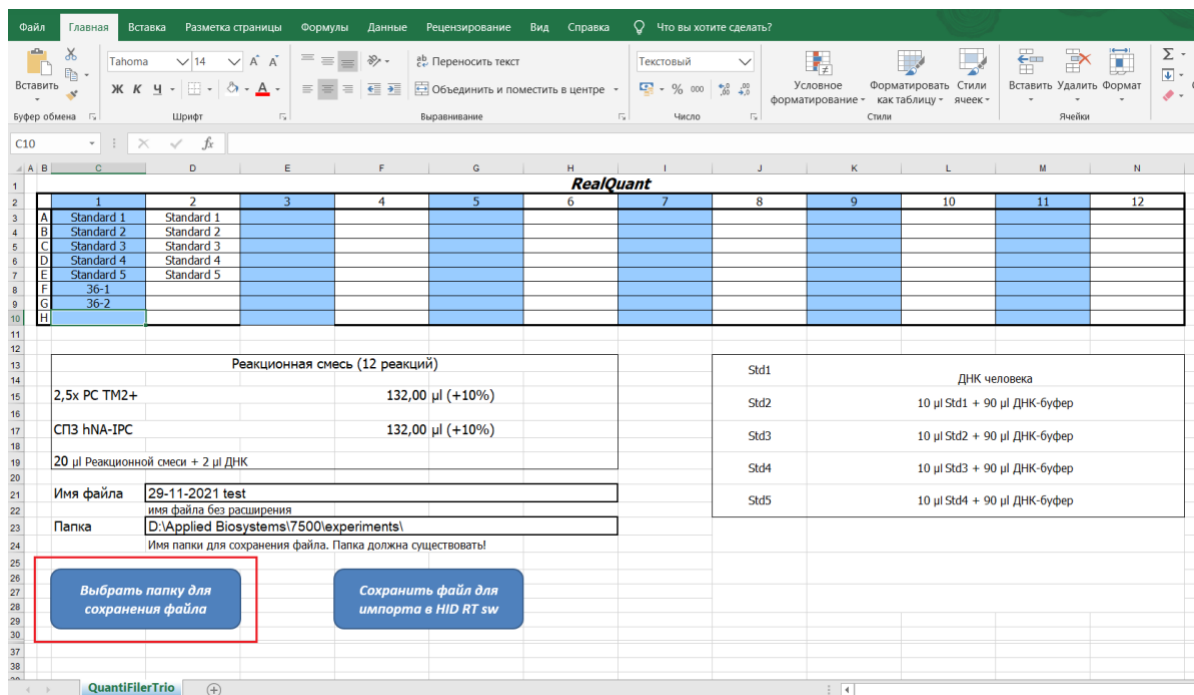

Рисунок 42
5. Выбрать папку для сохранения данных (рисунок 42).